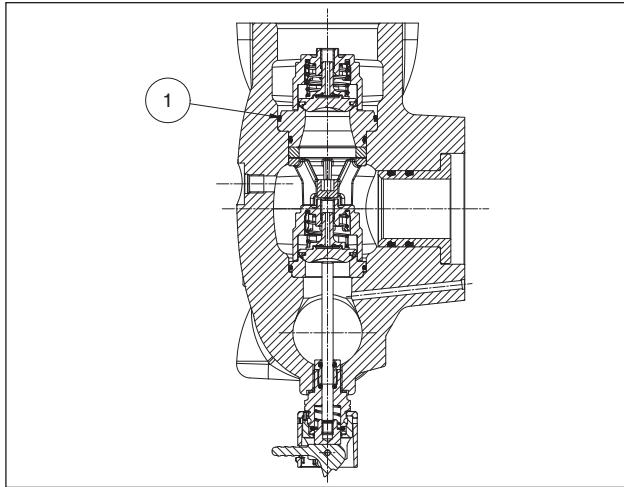

Fig. 124
**Preste atenção especial na inserção do anel O-ring indicada na pos. ①, Fig. 124.